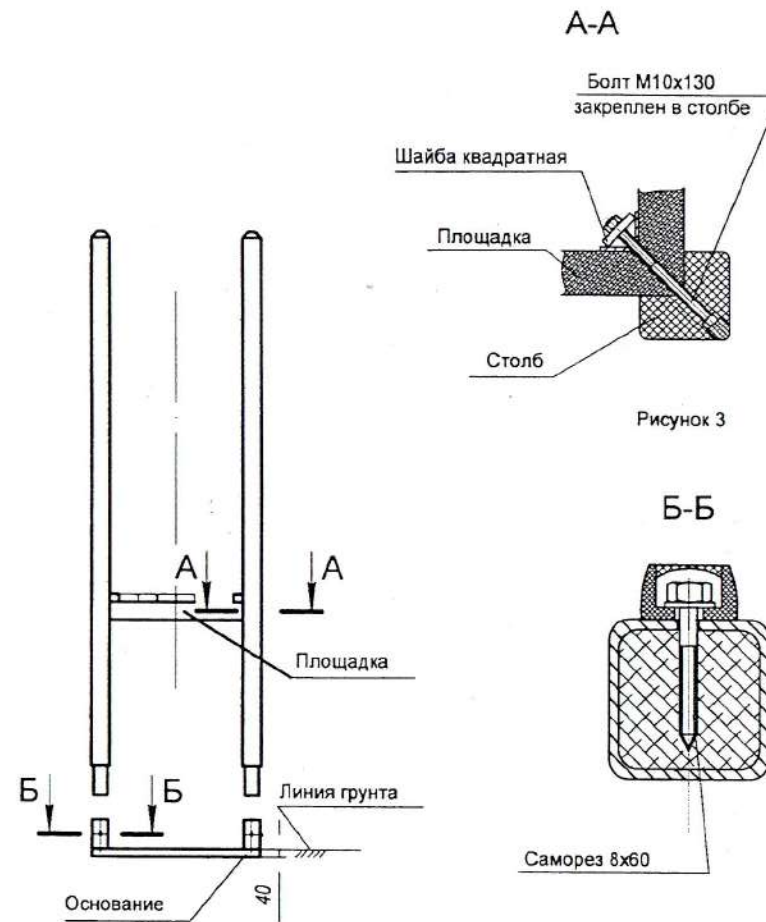

Рисунок 4
- 1.2 Установить сборную конструкцию в стаканы основания поз.1 (рисунок 4).